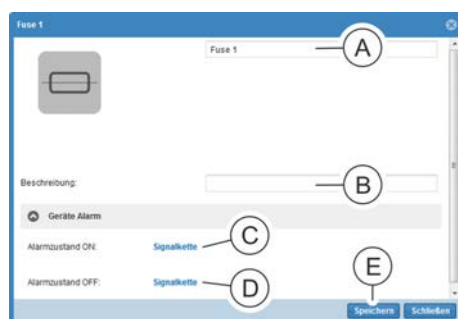

Abb. 183: Fenster "Fuse <Nr.>"
⇒ Es öffnet sich das Fenster "Fuse <Nr.>" (Abb. 183).
3. ➤ Im Fenster "Fuse <Nr.>" bei Bedarf die Benennung der Sicherung (Abb. 183/A) anpassen und bei Bedarf eine Beschreibung hinzufügen (Abb. 183/B).
4. ➤ Im Bereich „Geräte Alarm“ für den „Alarmzustand ON“ und „Alarmzustand OFF“ bei Bedarf eine Signalkette konfigurieren. Dazu auf die Schaltfläche „Signalkette“ (Abb. 183/C bzw. D) klicken.
6. ➤ Auswahl über die Schaltfläche „Speichern“ (Abb. 183/E) bestätigen.